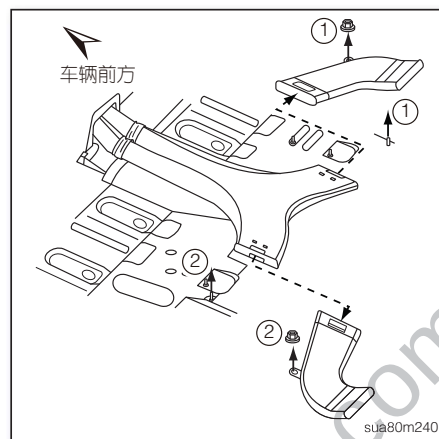

图53
2. 拆下地板导管固定螺母①、② (如图53)，然后取下地板导管。